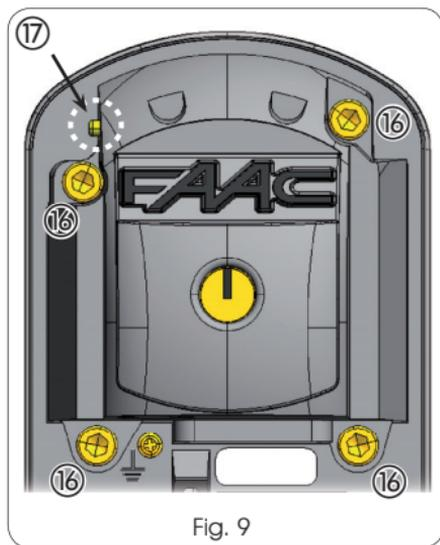

Fig. 9
- Den frontseitigen Teil mit dem an der Wand befestigten Teil verbinden und hierzu die vier selbstschneidenden Schrauben (Fig. 9 Bez. ⑯) festziehen;
ACHTUNG: Sicherstellen, dass der Kolben (Fig. 9, Bez. ⑰) im Körper der Vorrichtung an der Position C ausführt.